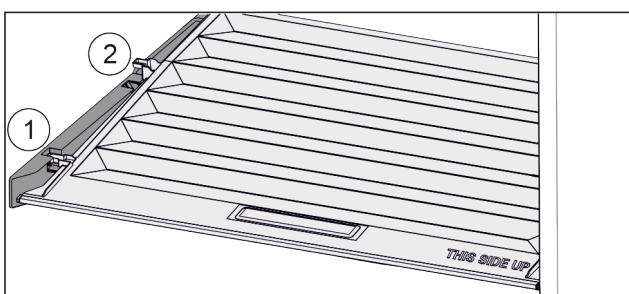

Fig. 91
- Tirer le couvercle vers l'avant jusqu'au bout dans l'orifice des pièces de retenue Fig. 91 (1).
- Le soulever par le bas à l'arrière et le sortir par le haut Fig. 91 (2).